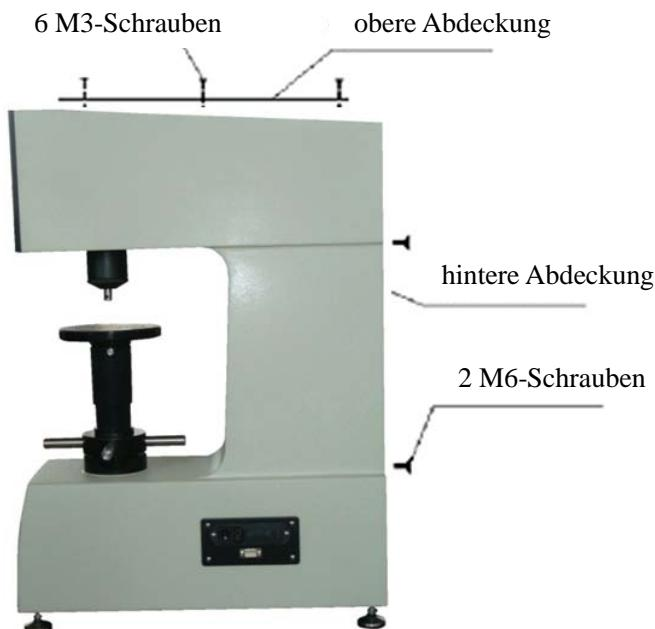

Abbildung 3-5 Entfernen von Deckel und Rückwand
1. Entfernen Sie die sechs Schrauben am Deckel, wie es **Abbildung 3-5** zeigt.
3. Entfernen Sie die Rückwand (**Abbildung 3-5**).